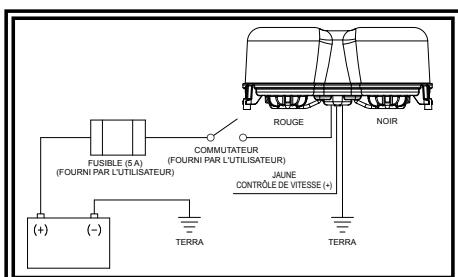

Figure 2
5. Reliez les câbles d'alimentation comme indiqué dans la section sur le câblage (voir Figure 2).
Le raccordement de cette configuration est tel que présenté dans la figure 2 ci-dessous. Tous les câblages doivent être d'un minimum de 18 AWG. La ligne positive doit disposer d'un fusible 5 ampères, tel que décrit. Il est possible d'employer un interrupteur pour contrôler la fonction d'allumage et d'arrêt. Vous pouvez faire passer le fil de masse directement à l'arrière de la borne négative de la batterie. Il est fortement recommandé d'acheminer le fil de terre directement à la borne négative de la batterie. Pour une vitesse de rotation de 120 FPM, connectez uniquement le fil rouge à la puissance (+) et isolez le fil jaune. Pour une vitesse de rotation de 75 FPM, câblez les fils rouge et jaune ensemble à la puissance (+).